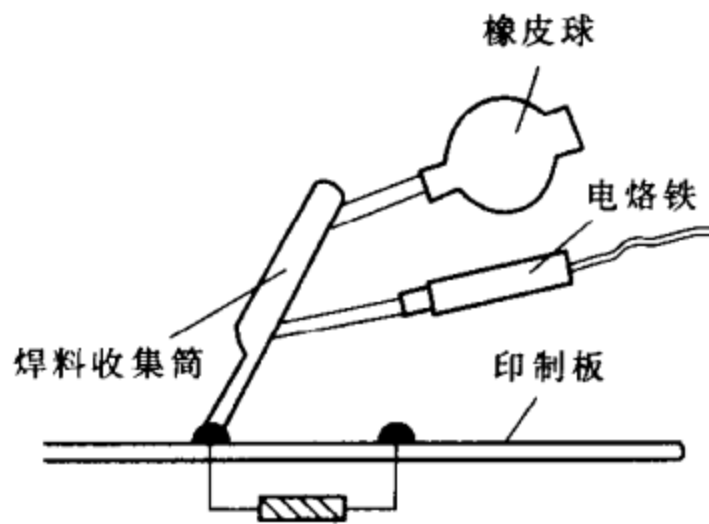

图 1-34 内热式解焊器示意图
(1) 吸锡器吸锡拆卸法：使用吸锡器拆卸集成块（习惯简称，下同），这是一种常用的专业方法，使用工具为普通吸、焊两用的电烙铁。拆卸集成块时只要将加热后的两用烙铁头放在要拆卸的集成块引脚上，待焊点锡熔化后被吸入吸锡器内，全部引脚上的焊锡吸完后集成块即可拿掉。
(2) 内热式解焊器拆卸法：如图 1-34 所示，使用时，首先